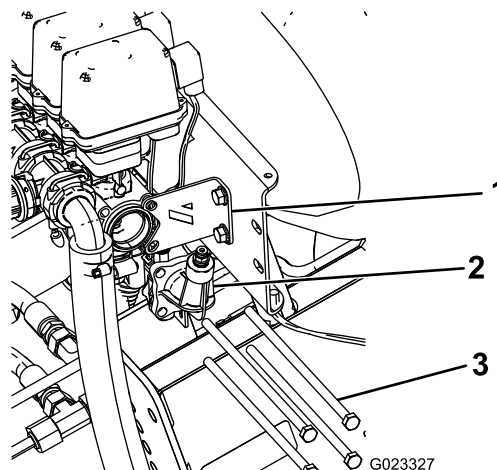

Figura 3
- Rimuovete le 4 aste filettate che fissano lo sportello del manometro alle valvole delle barre ed eliminateli (Figura 3). Conservate le rondelle piatte e i dadi.
- Rimuovete e conservate i 2 bulloni e i dadi che fissano la staffa di stabilizzazione al gruppo valvole (Figura 3).